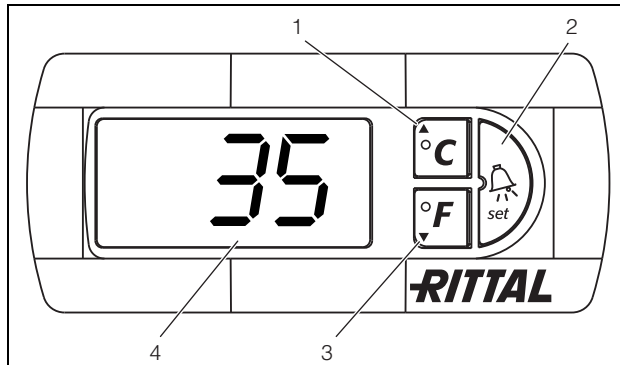

Fig. 24: Controllo e-Comfort
Il controllo e-Comfort dispone di un display a 7 segmenti (fig. 24, nr. 4). Dopo l'inserzione dell'alimentazione, sul display viene indicata per ca. 2 secondi la versione attuale del software utilizzato e la modalità Eco attivata. Successivamente viene visualizzata l'opzione impostata (ad es. t10) o la temperatura. In modalità di funzionamento normale il display visualizza sia la temperatura (in gradi Celsius o gradi Fahrenheit, commutabili) sia le segnalazioni di guasto.
Per la programmazione dell'apparecchio si utilizzano i tasti 1 – 3 (fig. 24). Analogamente i parametri sono visualizzati sul display.
- Premere contemporaneamente i tasti 1 e 2 (fig. 24) per min. 5 secondi.
Con i tasti 1, 2 e 3 (fig. 24) è possibile modificare 24 parametri entro i campi predefiniti (valore min., valore max.).